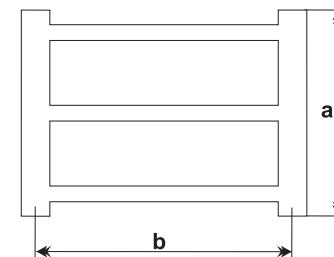

Рис.1
1.2 Полотенцесушитель, внешний вид которого показан на рис. 1, устанавливается в систему централизованного или местного горячего водоснабжения или отопления.